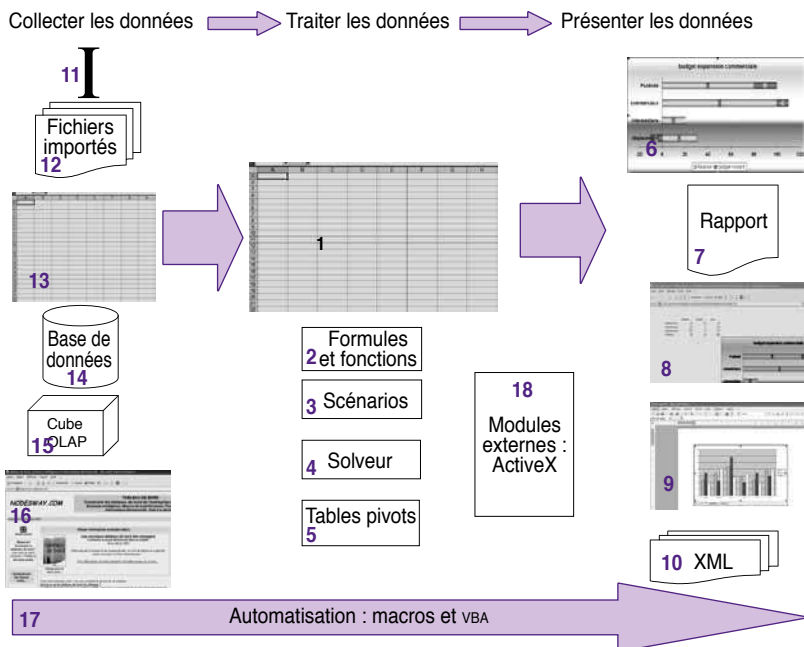

Figure 2.1.1. Structure d'Excel
4. Les numéros entre parenthèses font référence aux indices portés sur la figure 2.1.1.
► Formules et fonctions (2)